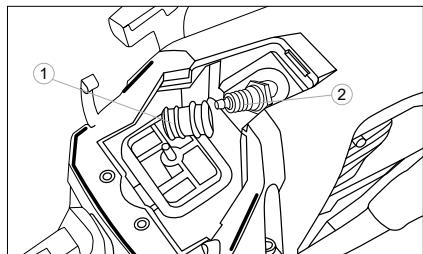

Рис. 26
3. Отсъединете високоволтов кабел от запалителна свещ 1 (рис. 26).